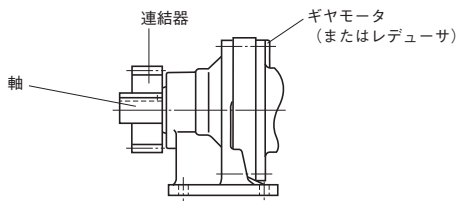
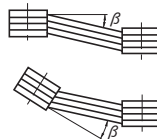

図 5
図 6
(2) チェーン・スプロケット、ギヤを使用する場合
- ・スプロケットやギヤの荷重作用点が軸中央よりギヤモータ（またはレデュサ）側へくるようにしてください。(図5参照)
(3) Vベルトを使用する場合
- ・両プリー間の平行度、偏心度 β は 20° 以内としてください。(図6参照)